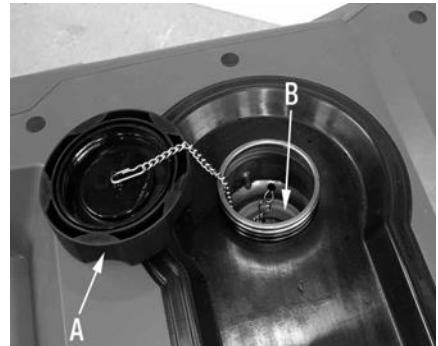

Bild 2
- 4) Om det är nödvändigt att fylla på bränsle, se till att enheten är avstängd och sval. Öppna bränslekorken (A, bild 2) genom att vrida den motsols.
- 5) Se till att bränslefiltrets kopp (B) är inne i tanken innan tankning.